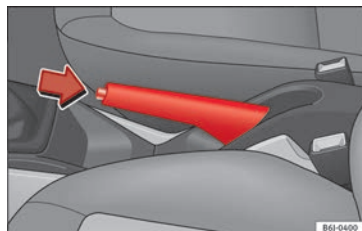

Fig. 132 Frein à main entre les sièges avant.
- Serrez le frein à main à fond en tirant le levier vers le haut » fig. 132.
- Soulevez légèrement le levier du frein à main, appuyez sur le bouton de déblocage dans le sens de la flèche » fig. 132 et abaissez le levier au maximum » △.